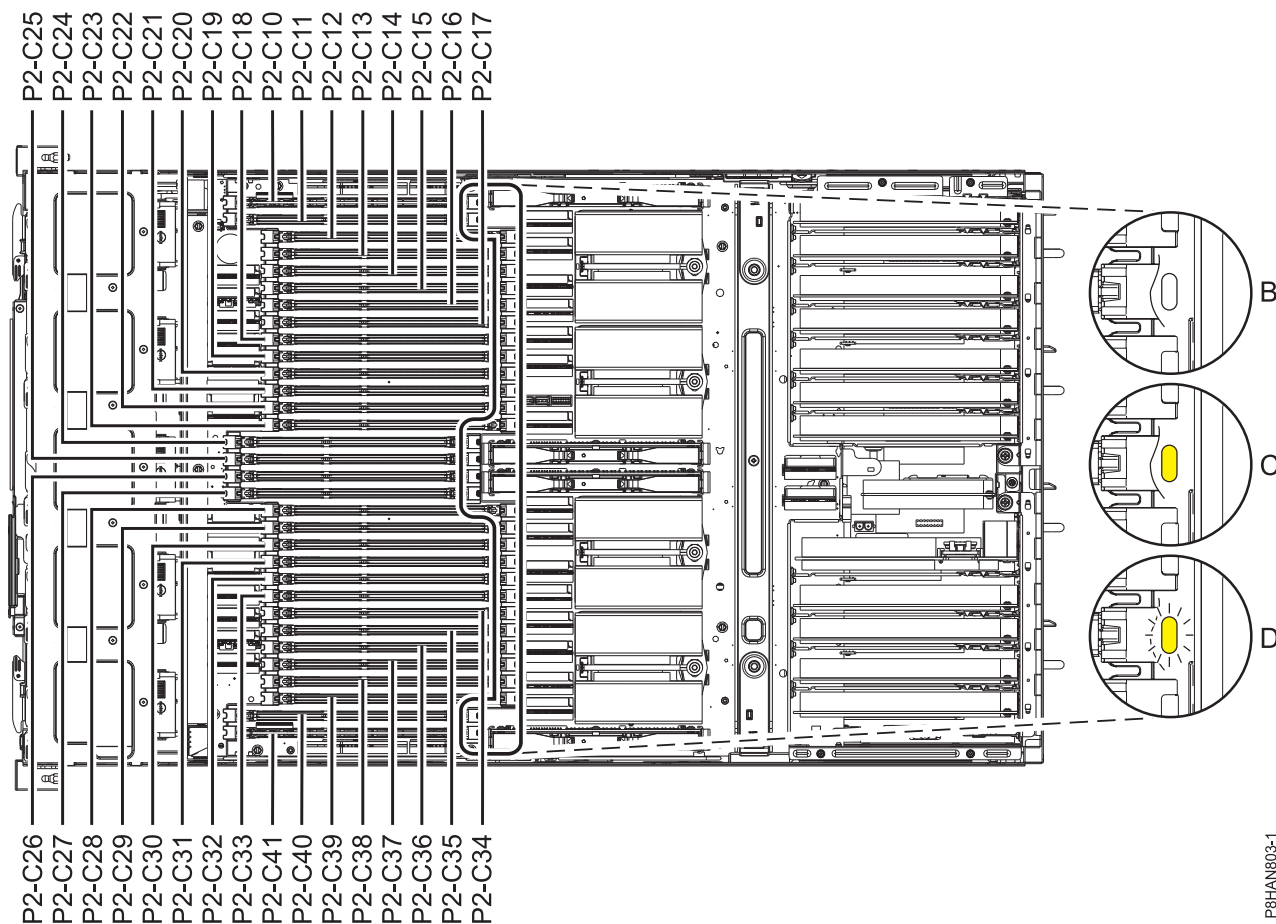

Figura 4. Ubicació de les ranures de memòria i dels LED
3. Localitzeu el LED de les ranures de memòria. A la Figura 4 a la pàgina 7 es mostra la ubicació de les ranures de memòria i els LED.